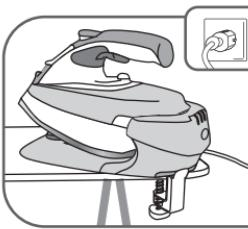

Fig.6
- Dugja be a lábatat egy 220-240 V-os elektromos aljzatba – **fig.6**.